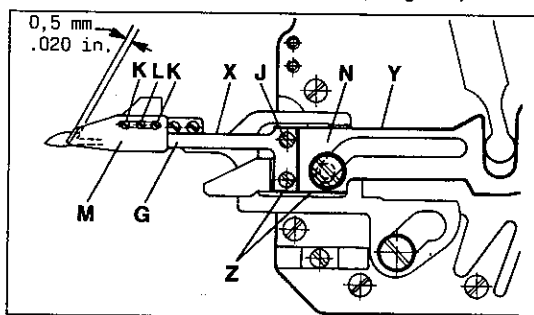
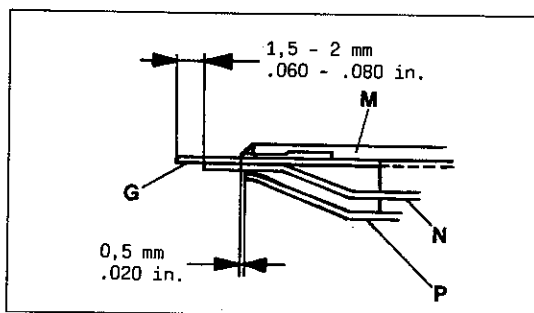
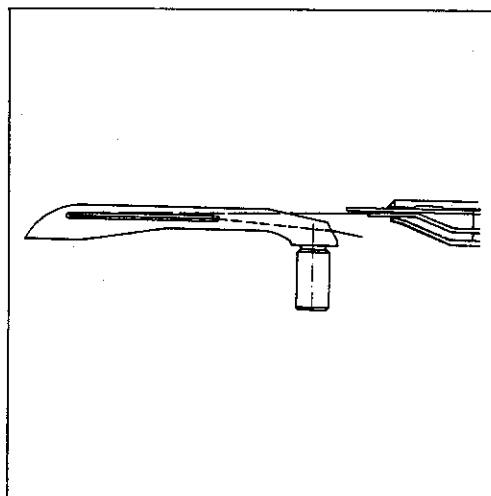

Fig.50
Fig.52
Fig. 59
2.2 The lower knife (G, Fig. 50) is set correctly, when its edge (X) is parallel to edge (Y) of lower knife holder (H) and edge (Z) of lower knife is in line with edge (Z) of lower knife holder. After loosening screws (J, Fig. 50) the lower knife (G) can be aligned accordingly. Retighten screws.
2.3 Loosen screws (K and L, Fig. 50) for making the following settings:
Besides this the distance between the tip of lower knife (G, Fig. 52) and the front edge of leaf spring (N) should be 1.5 to 2 mm (.060 to .080 in.). Now retighten screws (K, Fig. 50).
Adjust screw (L, Fig. 50) to securely clamp the looper thread as shown in Fig. 59.
Offset the front edge of leaf spring (P, Fig. 52) by 0.5 mm (.020 in.) from the tip of upper knife (M).
2.2 Das Untermesser (G, Fig. 50) ist richtig eingestellt, wenn seine Kante (X) parallel zur Kante (Y) des Trägers für Untermesser (H) ist und die Kante (Z) des Untermessers mit der Kante (Z) des Trägers eine Linie bildet. Nach Lösen der Schrauben (J, Fig. 50) kann das Untermesser (G) entsprechend ausgerichtet werden. Ziehen Sie die Schrauben wieder an.
2.3 Lösen Sie die Schrauben (K und L, Fig. 50) für folgende Einstellungen:
Zudem muß der Abstand zwischen der Spitze des Untermessers (G, Fig. 52) und der Vorderkante der Blattfeder (N) 1,5 bis 2 mm betragen. Ziehen Sie nun die Schrauben (K, Fig. 50) wieder an.
Stellen Sie die Schraube (L, Fig. 50) so daß der Greiferfaden sicher geklemmt wird, wie in Fig. 59 gezeigt.
Stellen Sie die Vorderkante der Blattfeder (P, Fig. 52) 0,5 mm hinter die Spitze des Obermessers (M) zurück.
Set stop (V) with screw (W) so that the leaf springs (N and P, Fig. 52) below the knives have enough clearance to the looper when moving to the left.
Stellen Sie den Anschlag (V) mit der Schraube (W) so, daß die Blattfedern (N und P, Fig. 52) unter den Messern bei ihrer Bewegung nach links genügend Abstand zum Greifer haben.
After being cut the looper thread must be clamped as shown in Fig. 59. The tension of the leaf spring for clamping the looper thread can be adjusted with screw (L, Fig. 50).
Nach dem Abschneiden muß der Greiferfaden, wie in Fig. 59 gezeigt, geklemmt sein. Die Spannung der Blattfeder zum Klemmen des Greiferfadens kann mit der Schraube (L, Fig. 50) eingestellt werden.